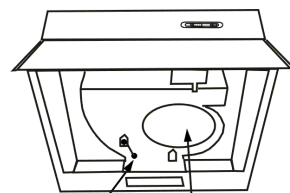

рис. 5
- 6.2 Режим «рециркуляции» («фильтрации») (рис. 5):
- фиксатор (рис.5) должен находиться в положении «вытяжка», положение «А».